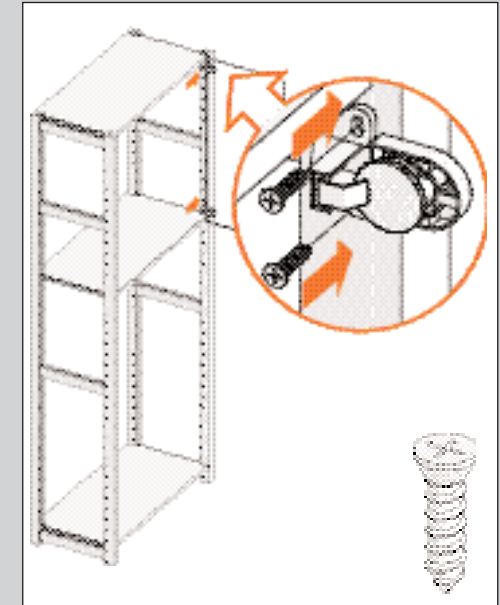

ABBILDUNG 26
9. Befestigen Sie das Scharnier mit zwei Schrauben in den vorgebohrten Löchern im Ständer (siehe Abb. 26).